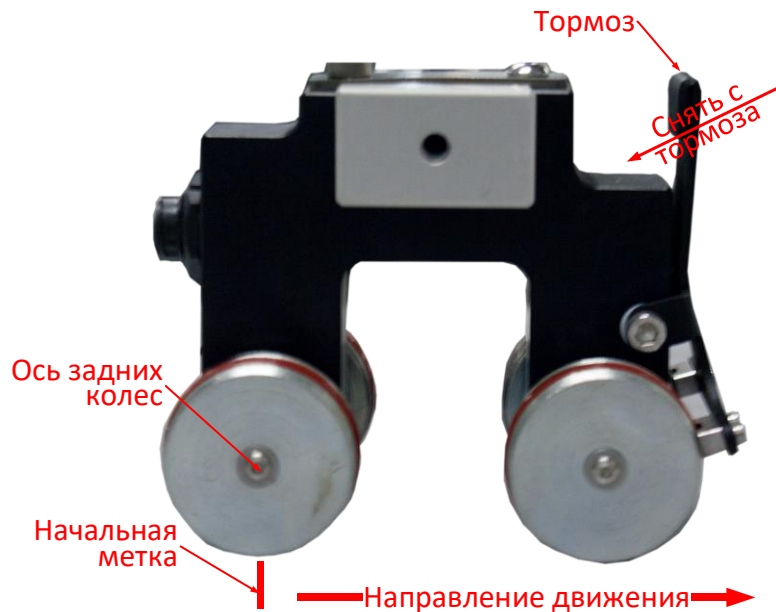

Рисунок 8 – Установка сканера в начальную позицию
2.3.7 Установить сканер в начальную позицию. Для фиксации точки отсчета на сканере можно использовать ось задних колес (рисунок 8). Перед началом движения снять сканер с тормоза, нажав на его верхнюю часть.